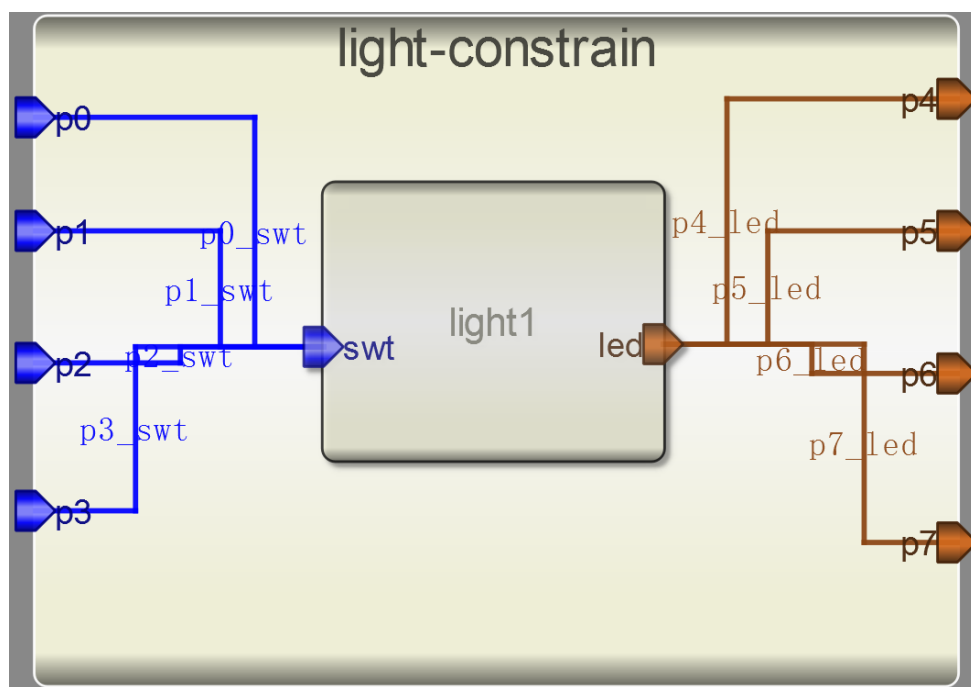

图 3-1-9 完成连线的约束模块
(2) 把这个新建的模块和之前设计的模块保存在同一个目录下，接下来在左侧 Toolbox 中通过单击将 light 模块添加进约束模块。添加完成后，可以先将约束模块的 4 个输入和 light 模块的输入连接起来，将约束模块的 4 个输出和 light 模块的输出连接起来，如图 3-1-9 所示。